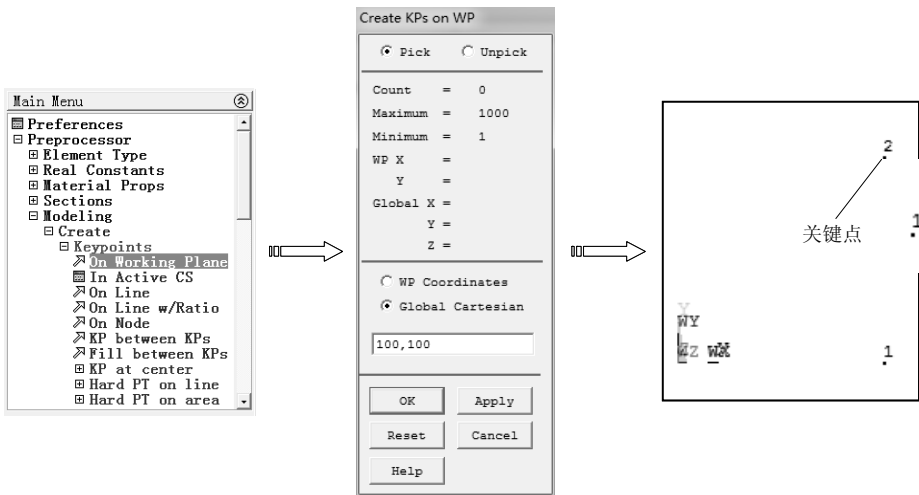

图 2-16 在工作平面中创建关键点
(1) 在工作平面中创建关键点 选择 “Main Menu>Preprocessor>Modeling>Create>Keypoints>On Working Plane” 命令，弹出 “Create KPs on WP” 对话框，直接在绘图区单击鼠标左键即可创建关键点，也可以在对话框中选择 “WP Coordinates (工作平面坐标)” 或 “Global Cartesian (全局笛卡儿坐标)” 单选项，然后在文本框中输入坐标值来创建精确位置上的关键点，如图 2-16 所示。